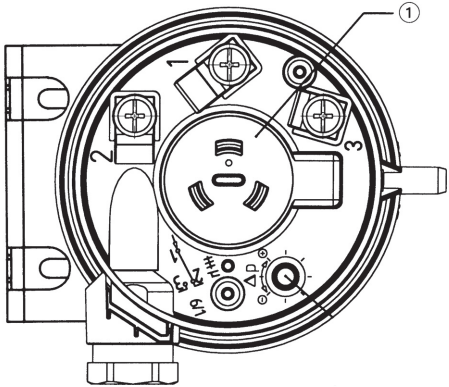

Fig. 3
- Einbauanlage vorzugsweise vertikal (Werkelchung) – Fig. 3